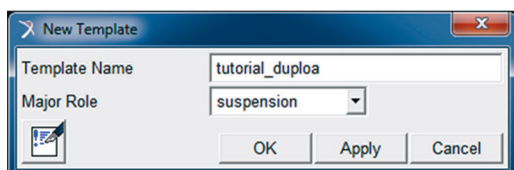

Figura 5.2 – Definição do *New Template*.
- Especifique o tipo de subsistema (*Subsystem*) a ser construído na opção *Major Role*, conforme ilustrado na Figura 5.2.